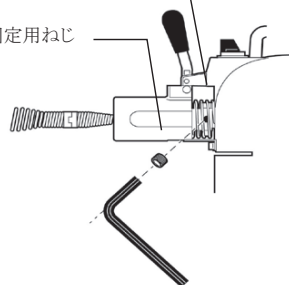

図3
⑤チャックノブを前後させただけでワイヤがしっかり固定されない場合は、付属のワイヤ固定ねじをねじ穴に入れ固定してください。(図3)
⑥清掃が終わったら、ワイヤを水洗い、防錆油を塗付しながらワイヤケースに戻します。(別販売品：防錆油口ボナル No. R 72142)